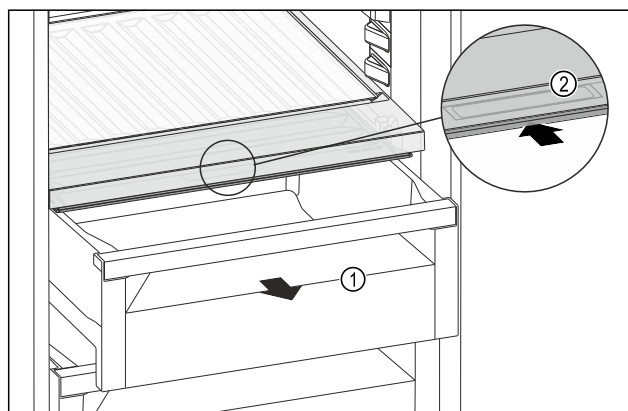

Fig. 178
- Zásuvku Fig. 178 (1) vytáhněte.
- Uchopte prohlubeň pro rukojeť Fig. 178 (2) na víku zásuvky a současně zasuňte víko zásuvky směrem dozadu.